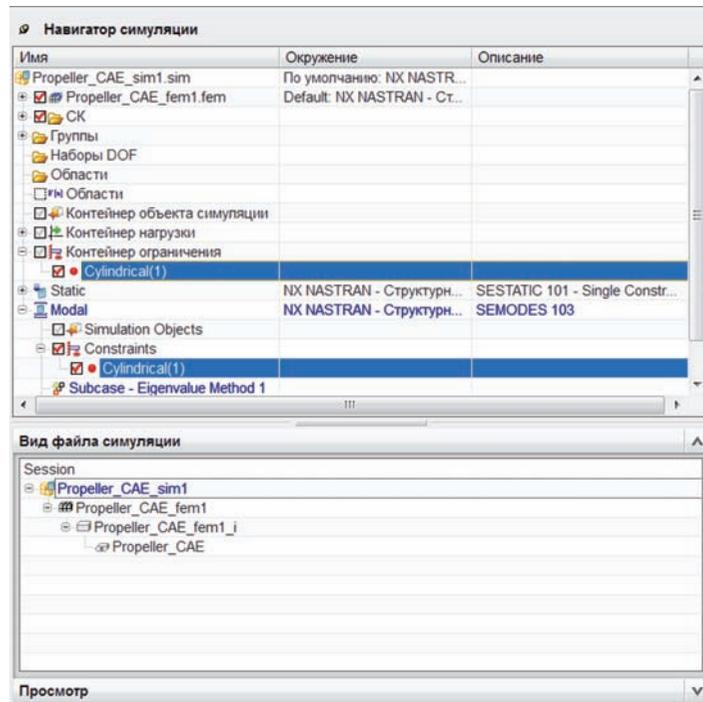

Рисунок 8.38
7.2. В дереве модели окна **Навигатор симуляции (Simulation Navigator)** появилась вкладка **Modal**, которая соответствует только что созданному решению. Для задания граничных условий задачи о нахождении частот и форм колебаний раскройте **Контейнер ограничения (Constraint Container)** в дереве модели и перетащите **Cylindrical(1)** удерживанием левой клавиши мыши на вкладку **Constraints** созданного решения **Modal** (рис. 8.38).